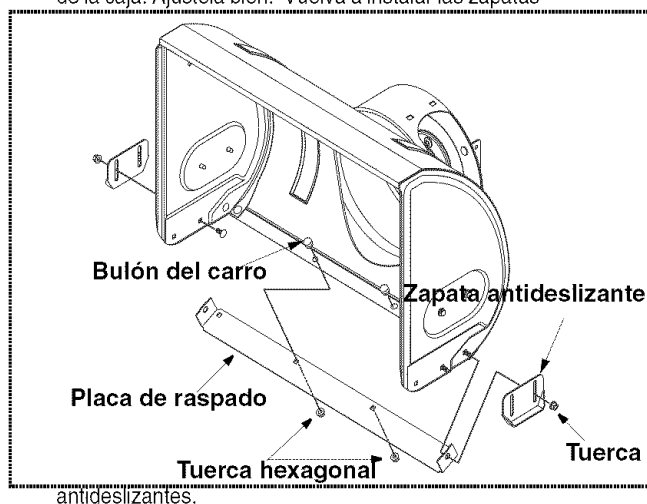

Figura 12
1. Saque los cuatro pernos de carro y las dos tuercas hexagonales que ajustan las zapatas antideslizantes a los dos costados de la máquina quitanieve. Vea la Figura 12.
del carro y las tuercas hexagonales que unen la placa de raspado a la caja de la máquina quitanieve. Vea la Figura 12.